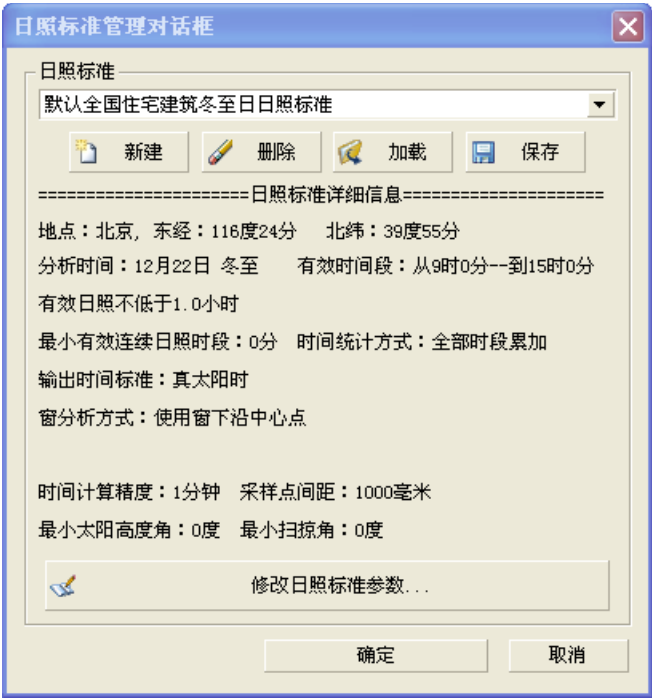

图 15-15
(1)、选择“参数设置/日照标准设置”功能。弹出如图 15-15 对话框；
(2)、选择图 15-15 中的“修改日照标准参数”按钮，弹出图 15-17 对话框；